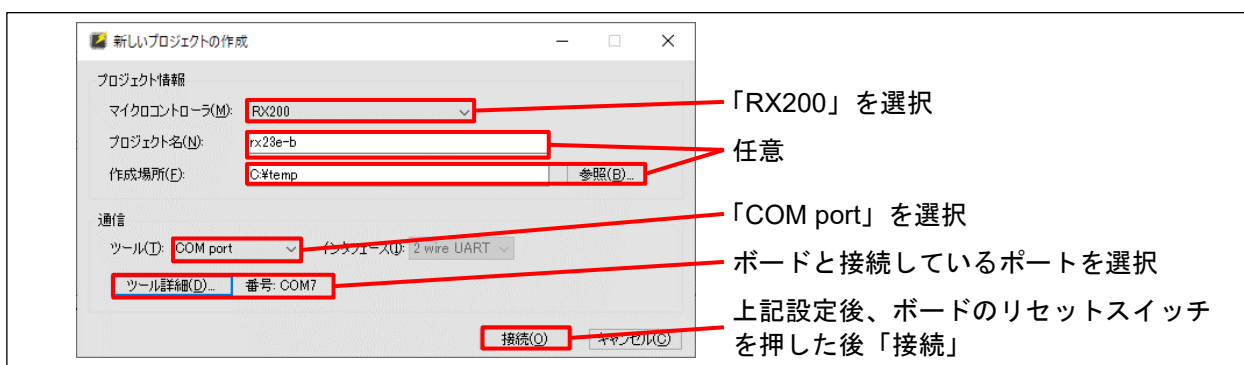

図 3-4 Renesas Flash Programmer 「新しいプロジェクトの作成」
3. Renesas Flash Programmer を起動し、メニュー「ファイル」>「新しいプロジェクトを作成...」で、図 3-4 を参考に設定して、RSSKRX23E-B ボードのリセットスイッチを押したのちに「接続」します。